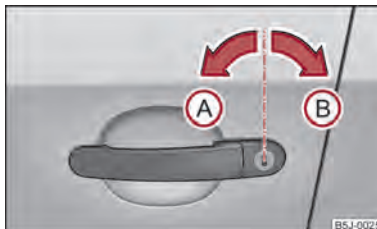

Fig. 12 Giros de llave para desbloquear y bloquear
- Gire la llave en el bombín de cierre de la puerta del conductor en dirección de marcha (posición de desbloqueo) **(A)** ⇒ fig. 12.
- Gire la llave en el bombín de cierre de la puerta del conductor en dirección contraria a la marcha (posición de bloqueo) **(B)** ⇒ fig. 12.